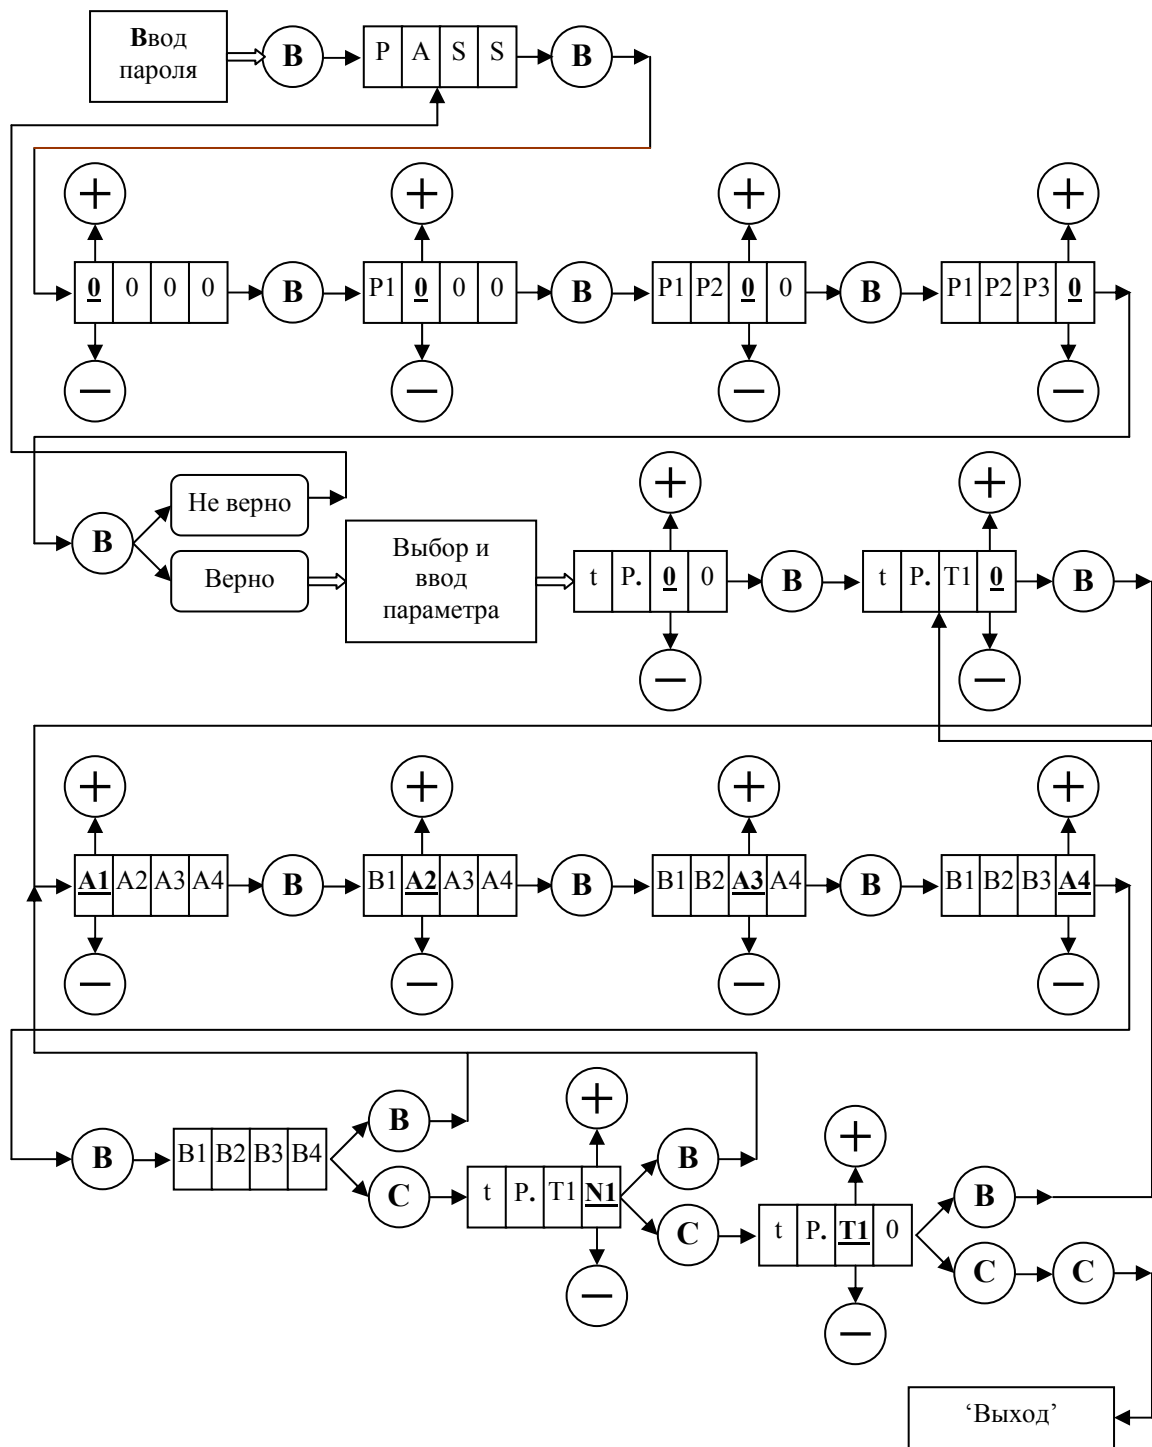

Рис. 3. Ввод параметров БУАД и УСНА с помощью клавиатуры.
3.5.5.11. **Un\_P** – пункт меню 1 уровня – редактирование параметров *Устройства*. Этот пункт меню подробно рассмотрен при описании режима ‘*Редактирование параметров УСНА*’. Диаграмма ввода параметров *Устройства* аналогична диаграмме ввода параметров БУАД и изображена на **рис.3**.
3.5.7.3. На **рис. 3** изображена диаграмма ввода параметров с помощью клавиатуры, где кружки с соответствующими надписями обозначают кнопки клавиатуры, причем буква **В** обозначает **ВВОД**, а буква **С** – **СБРОС**.